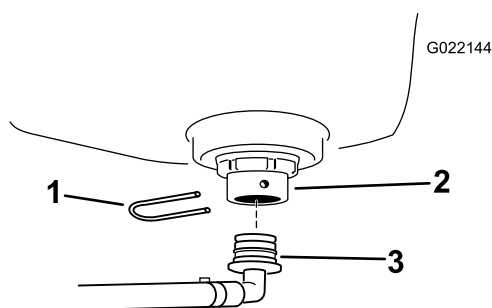

Figure 4
1. Montez le raccord de traversée sur le réservoir de rinçage (Figure 4).